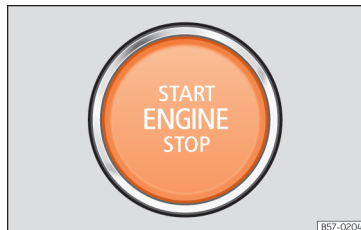

Fig. 133 Na parte inferior da consola central: botão de arranque.
Ao aceder ao veículo o botão de arranque »» **Fig. 133** pisca para chamar a atenção sobre ele.
- Pressione o botão de arranque »» Fig. 133 sem carregar no acelerador. Para que o motor arranque deve existir uma chave válida no veículo. Após o arranque do motor, a iluminação do botão (START ENGINE STOP) muda para iluminação fixa indicando que o motor arrancou.
- *Veículos com botão de arranque:* Pressione brevemente ou botão de arranque » » » Fig. 133.